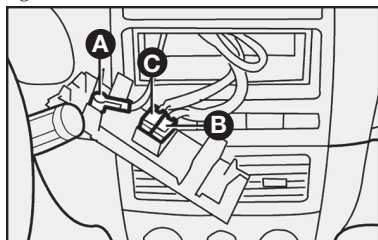

fig. 135
- cabo e plugue de alimentação elétrica para o autorrádio C-fig. 135.
- cabo e conector para antena de teto A-fig. 135.
- cabos e plugue para conexão dos alto-falantes e tweeters B-fig. 135.
- cabo de alimentação do autorrádio **C-fig. 135**.
- cabo para alto-falante dianteiro e traseiro **B-fig. 135**.